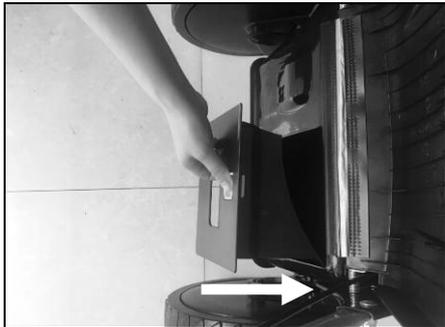

Fig.6A
2. Empuje la cuña de trituración en la cubierta. Bloquee la cuña de trituración con el pulsador que se encuentra en la cubierta (Fig.6A/ Fig.6B).